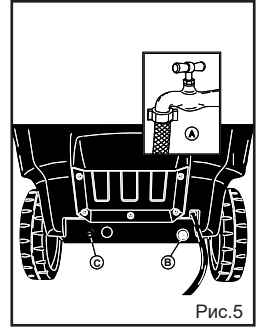
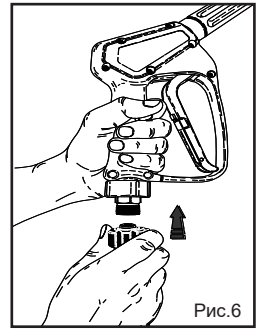

Рис.5
Рис.6
Подсоедините шланг к крану водоснабжения (рис. 5А) и к отверстию на аппарате (рис. 5В). Убедитесь, что давление и расход воды, подаваемой от крана, соответствует характеристикам аппарата: 200-400кРа (29-58 фунт/дюйм²)
Подсоедините шланг высокого давления к аппарату (рис. 5с) и к пистолету (рис. 6).
6) Закройте кран водопровода (рис. 5А).